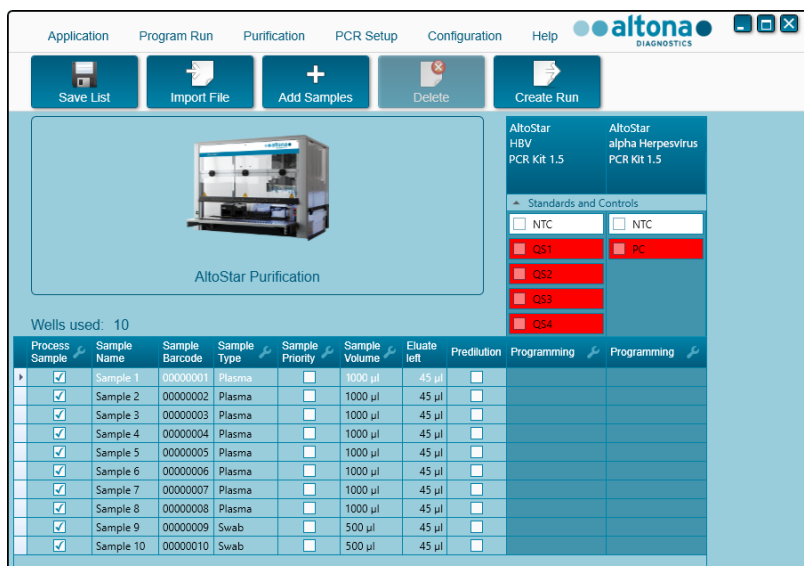

Figura 5: Pantalla de programación con muestras añadidas
9. Cuando se hayan añadido todas las muestras, haga clic en el botón **Close** (cerrar) para cerrar el cuadro de diálogo **Add Samples** (añadir muestras). Las muestras añadidas aparecen en la tabla de muestras de la pantalla de programación (consulte la Figura 5).